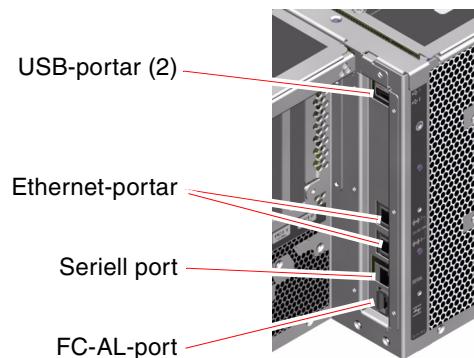

BILD 2-4 Portar på bakpanelen
- Sex externa dataportar: USB, seriell, Ethernet och FC-AL (se BILD 2-4)